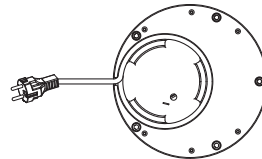

Fig. 18
- Rulla upp sladden genom att föra in den manuellt på sin plats. Dra inte i den för mycket så att den rullas ihop korrekt. (fig. 18)